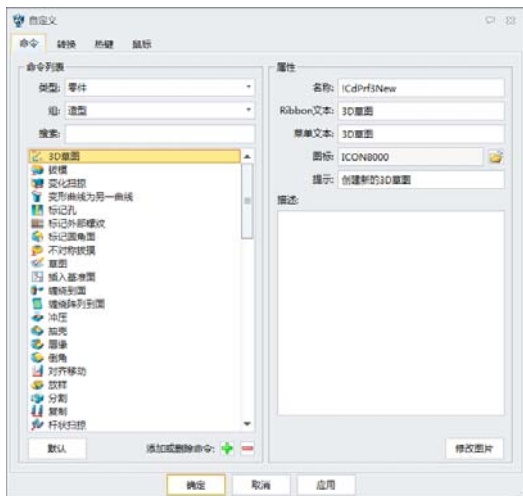

图 1.1.20
- 通过鼠标右击【工具】→【自定义】，系统弹出“自定义”对话框，如图 1.1.20 所示；